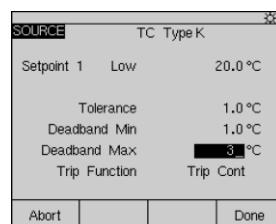

图 4
6. 把光标移动到Tolerance（允许误差），并输入1°C作为设置点允许误差（SetPoint tolerance）；光标移动到DeadbanF700in（最小死区），输入1°C作为最小死区值（minimum deadband）；光标移动到DeadbanF700ax（最大死区），输入3°C作为最大死区值（maximum deadband）。现在的测试设置屏幕应如图4所示。按‘Done’键。